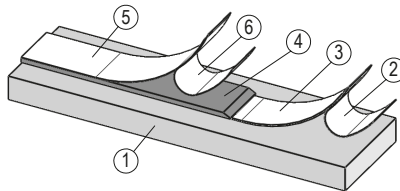

Abb. 1: Montage Magnetband
**Montage (Abb. 1):**
1. Befestigungsfläche ① sorgfältig reinigen.
2. Schutzfolie ② des Klebebandes ③ entfernen.
3. Magnetband ④ aufkleben.
5. Schutzfolie ⑥ des Abdeckbandes ⑤ entfernen.